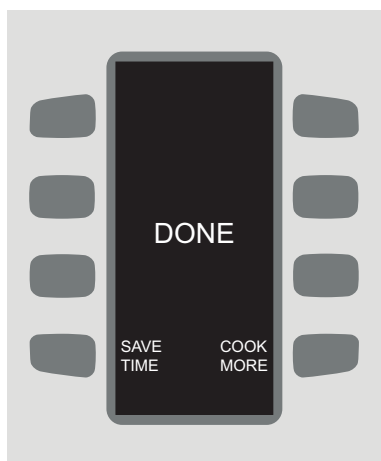

FIGURA 13: Pantalla 1 “Done” [Término]
6. Si está activada la función DONE [terminar], la pantalla dará dos opciones adicionales (Figura 13):